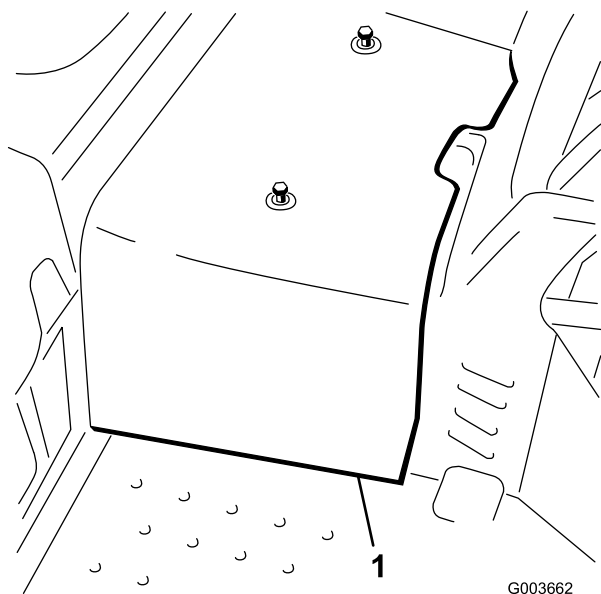

Figure 3
5. Dégagez et enlevez le carénage central du châssis (Figure 3).